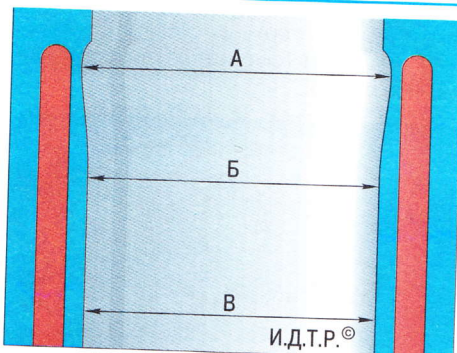

Рис. 5.7. Схема измерения цилиндров: А – пояс наибольшего износа; Б – зона измерения после растачивания и хонингования; В – пояс наименьшего износа
3. Определите нутромером фактические диаметры цилиндров. Диаметр цилиндра измеряйте в трех поясах (рис. 5.7). В каждом поясе диаметр измеряют в двух взаимно перпендикулярных направлениях (в продольном и поперечном). В зоне над поясом А (на расстоянии 12 мм от плоскости разреза с головкой блока) цилиндры практически не изнашиваются. По разнице размеров в этой зоне и в остальных поясах можно судить об износе цилиндров. Номинальный размер цилиндра двигателя рабочим объемом 1,6 л составляет $(80,46 \pm 0,009)$ мм, двигателя рабочим объемом 2,0 л – $(83,46 \pm 0,009)$ мм, овальность и конусность не должны превышать 0,008 мм. Если максимальный износ больше 0,15 мм или овальность превышает указанное значение, расточите цилиндры до ближайшего ремонтного размера поршней (увеличенного на 0,25 или 0,50 мм), оставив припуск 0,03 мм на диаметр под хонингование. Затем отхонингуйте цилиндры, выдерживая такой диаметр, чтобы при установке выбранного ремонтного поршня расчетный зазор между ним и цилиндром был 0,03 мм. Дефектовку, расточку и хонингование блока проводите в мастерских, располагающих специальным оборудованием.